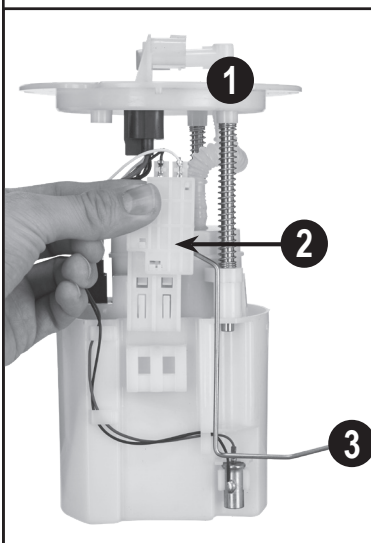

Figure 1 / Figura 1
1. Position the Fuel Level Sender (Figure 1).
1. Positionnez le capteur de niveau d'essence (Figure 1).